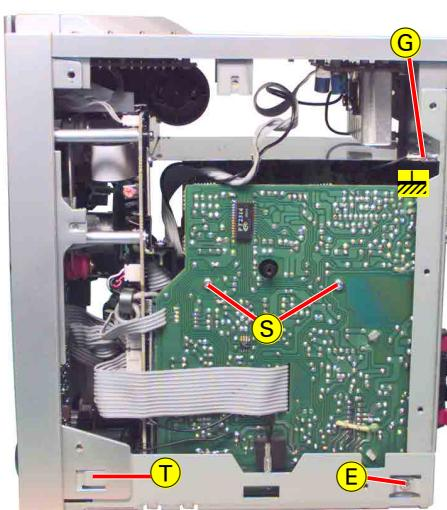
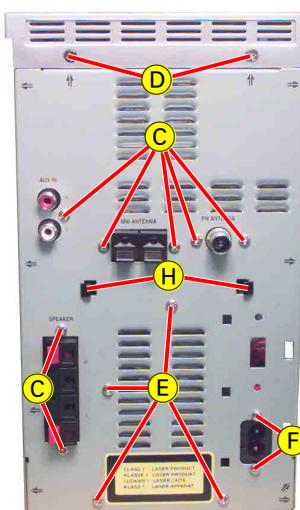

Fig. 4
Fig. 5
- 7 Schrauben **C** (Fig. 5) herausdrehen.
- 2 Schrauben **D** (Fig. 5) herausdrehen.
- 6 Schrauben **E** (Fig. 4, 5, 6) herausdrehen.
- 2 Schrauben **F** (Fig. 5) herausdrehen.
- Gehäuseoberteil mit Spannungsregler-Platte hinten anheben, 2 Rastnasen **H** (Fig. 5) ausrasten, 2 Masseverbindungen **G** (Fig. 4, 6) abziehen und Gehäuserückwand abnehmen.
- Undo 7 screws **C** (Fig. 5).
- Undo 2 screws **D** (Fig. 5).
- Undo 6 screws **E** (Fig. 4, 5, 6).
- Undo 2 screws **F** (Fig. 5).
- Lift the Cabinet top together with the Regulation PCB at the rear, disengage hooks **H** (Fig. 5), unplug 2 ground connections **G** (Fig. 4, 6) and remove the cabinet rear.
- 2 Schrauben Ⓝ (Fig. 4) herausdrehen.
- 2 Rastungen Ⓞ (Fig. 4, 6) lösen.
- Undo 2 screws Ⓝ (Fig. 4).
- Disengage 2 hooks Ⓞ (Fig. 4, 6).